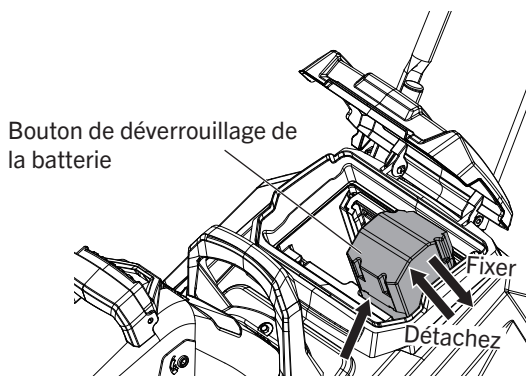

FIG. 3
1. Le couvercle du compartiment à batteries est articulé. Soulevez le couvercle du compartiment à batteries en tirant sur sa partie avant (Fig. 3).